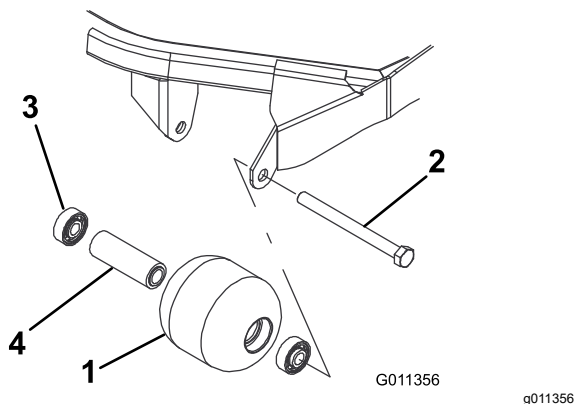

Figure 97
1. Retirez le boulon de fixation du galet (Figure 97).
(Figure 97) Remplacez les composants endommagés et remontez-les.
1. Enfoncez le premier roulement dans le logement à la presse (Figure 97). Exercez la pression uniquement sur la bague extérieure ou uniformément sur les bagues intérieure et extérieure.
2. Insérez l'entretoise (Figure 97).
3. Enfoncez le second roulement dans le logement à la presse (Figure 97). Exercez une pression uniforme sur les bagues intérieure et extérieure jusqu'à ce que la bague intérieure rencontre la douille d'écartement.